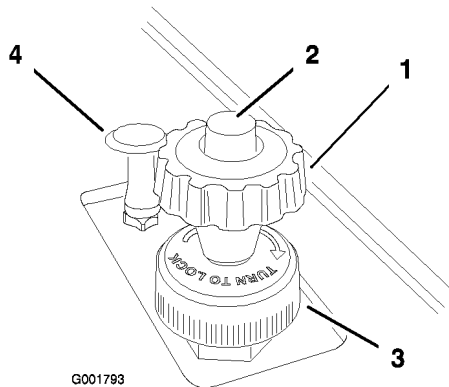

Bild 23
2. Drücken Sie die Taste oben am Handrad des Geschwindigkeitsbegrenzers und ziehen Sie es nach oben, bis Sie fühlen, dass es das Fahrpedal berührt. Lassen Sie die Taste dann los (Bild 23).
4. Nach dem Einstellen können Sie das Handrad an dieser Einstellung arretieren. Drehen Sie den Sperring unten am Geschwindigkeitsbegrenzer nach rechts, bis er stoppt (Bild 23). Drehen Sie zum Lösen der